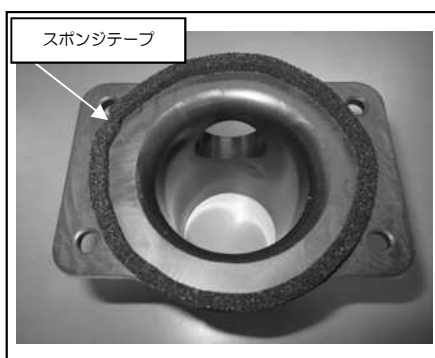

図 4
- ②エアフロアダプターフランジ部分へスポンジテープを貼り付けます。(図4参照)